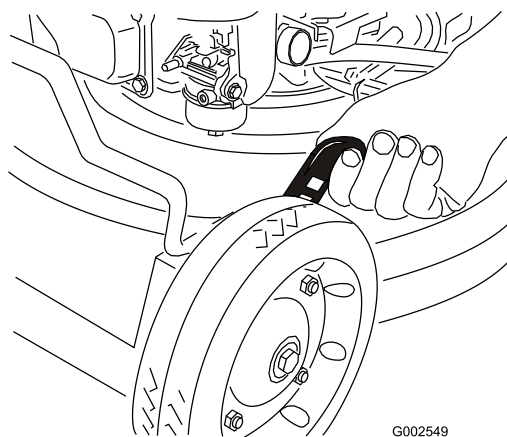

Figura 18
1. Tirate la leva di regolazione dell'altezza della ruota verso la ruota (Figura 18), e spostatela nella posizione opportuna.